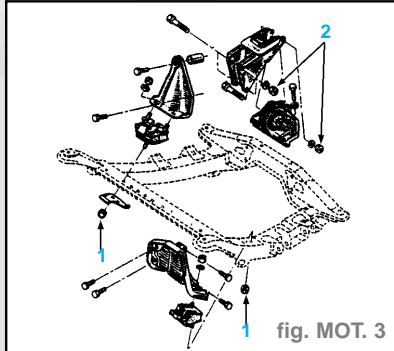

fig. MOT. 3
- les écrous (1) des tampons moteur et boîte de vitesses (fig. MOT. 3),
- les écrous (2) du support biellette de reprise de couple (fig. MOT. 3),